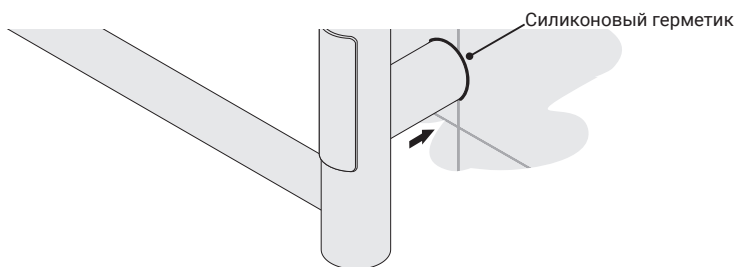

Рис.15
4.3.10. Для повышения степени защиты произвести герметизацию шва силиконовым герметиком с левой и правой стороны по контуру примыкания модуля скрытого подключения и стены (рис. 15).